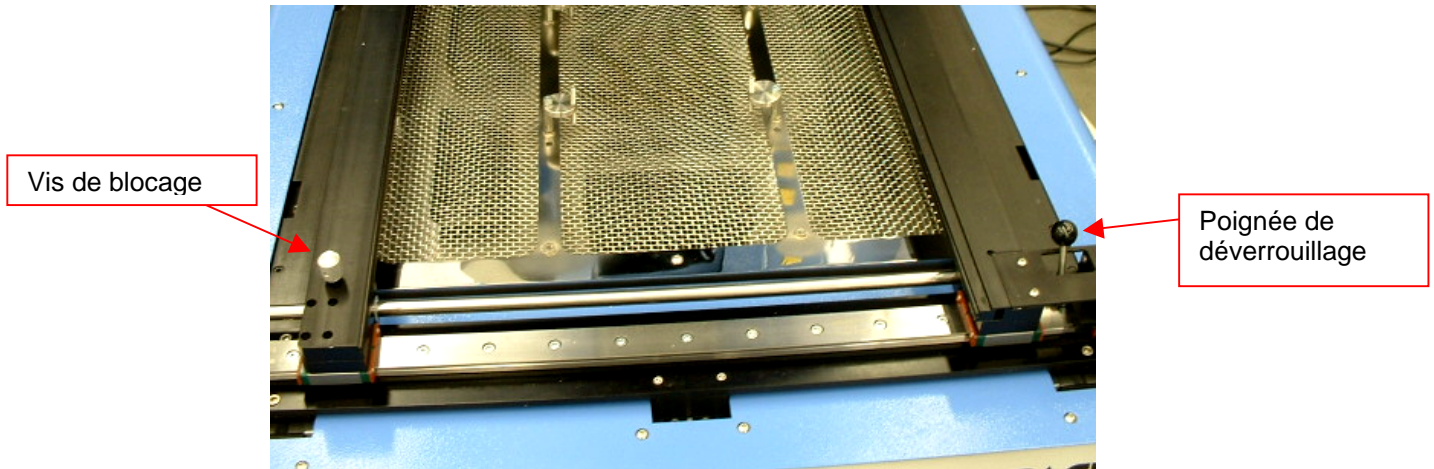

Figure 16
- v. Placer la carte entre les bras de la station TF 2500 et serrer les vis de blocage. (Figure 16)
- viii. La caméra avance automatiquement. (Figure 16)